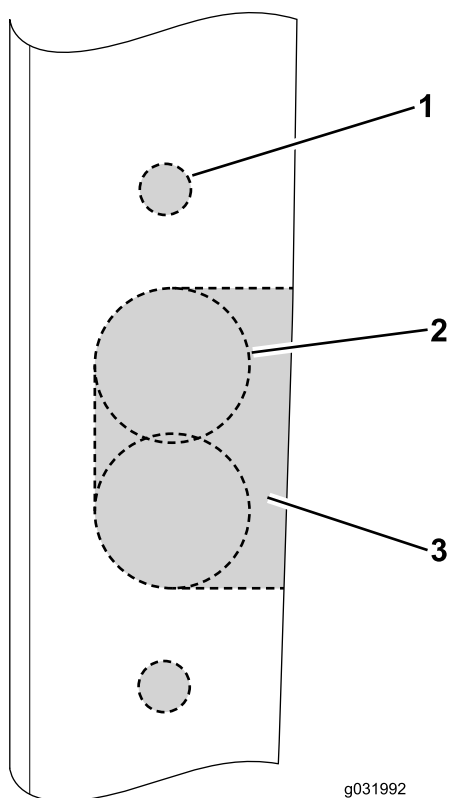

図 51
2. フランジヘッドボルト用に、直径7mm の穴を開ける 図 51。
3. 曲線部分は、25mm の円形ノコで切る 図 51。